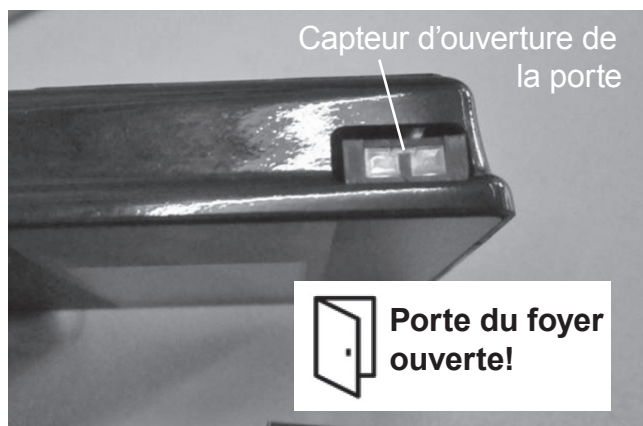

Fig. 17: Affichage «État de fonctionnement»
Le régulateur électronique OrKa-Control ORANIER (1) est muni sur son bord supérieur d'un capteur photoélectrique d'ouverture de porte (fig. 17):
Un pictogramme signale sur l'affichage «État de fonctionnement» que la porte du foyer n'est pas fermée (fig. 17).